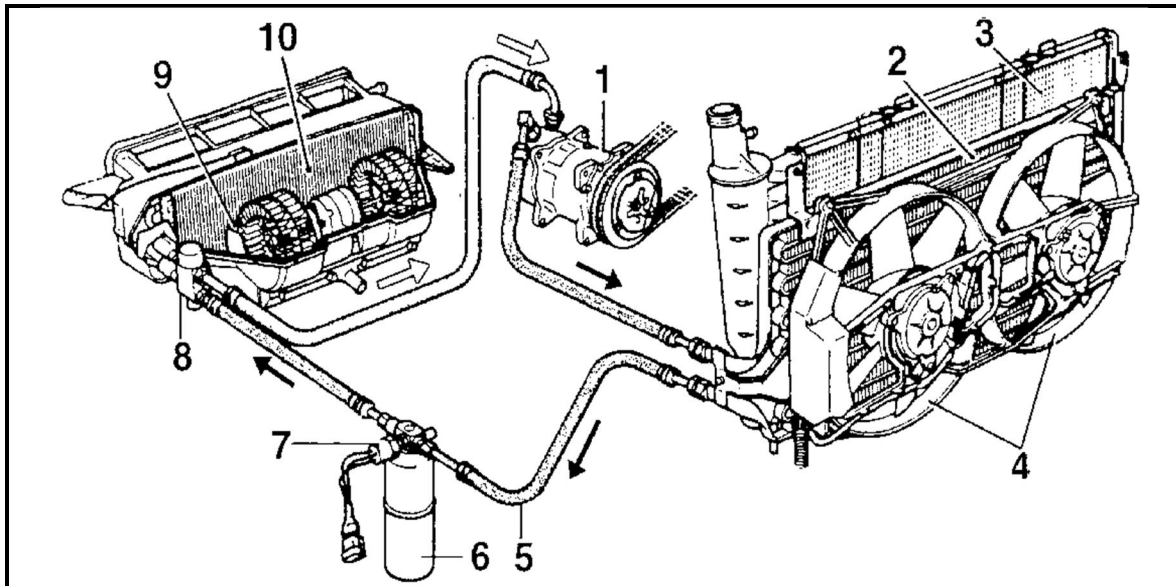

Figure 3 : Schéma de la partie fluide de la climatisation
II.1.1 Votre cliente Mme **TSONGO Rosalie** se plaint de sa climatisation qui ne produit plus du froid. La **Figure 3** ci-dessous représente le schéma de la partie fluide de la climatisation du véhicule de votre cliente. Indiquer deux (02) causes possible de cette anomalie. **(1pt)**
II.1.6 Après la dépose des éléments du circuit de climatisation du véhicule de votre cliente, vous constatez que certains éléments repérés 1; 2; 6 et 8 de la **figure 3** ci-dessus sont défectueux. Pour chacun des éléments repérés dans le **tableau 4** ci-dessous, rechercher le nom de l'organe, une panne possible et un contrôle possible. (4pts)